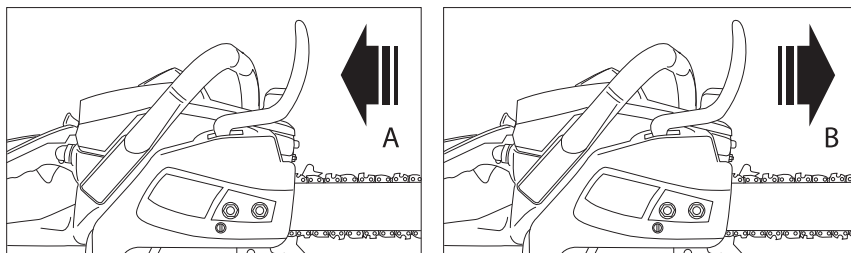

Рис. 12
1. Тормоз выключен (цепь может двигаться), когда щиток тормоза оттянут назад (А) (рис. 12).
2. Тормоз включен (цепь не может двигаться), когда щиток тормоза направлен вперед (В). В этом случае цепь не должна двигаться по шине (рис. 12).